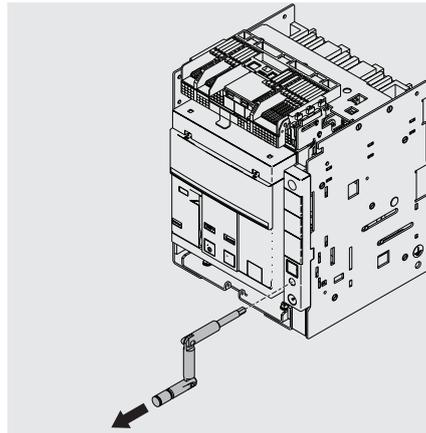

Figura 37
8. Extraer la manivela. Véase Figura 37.